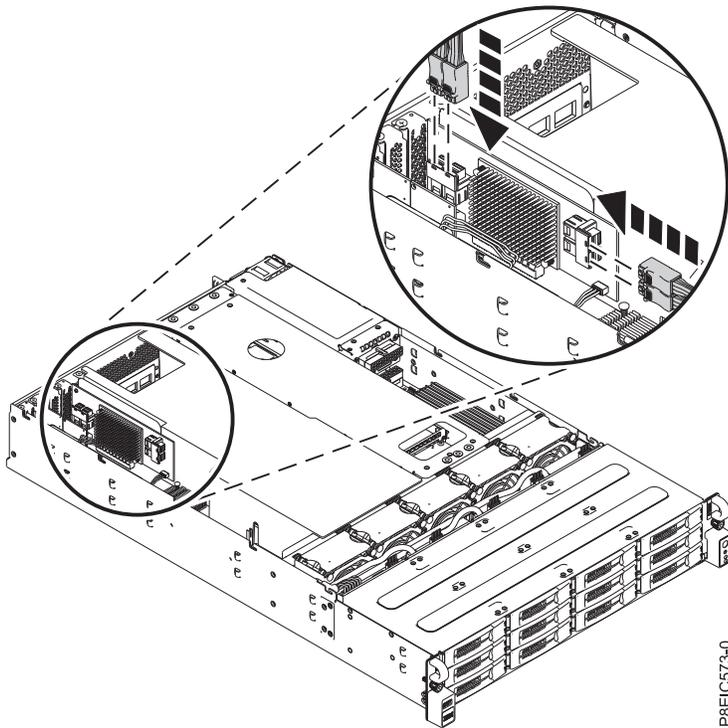
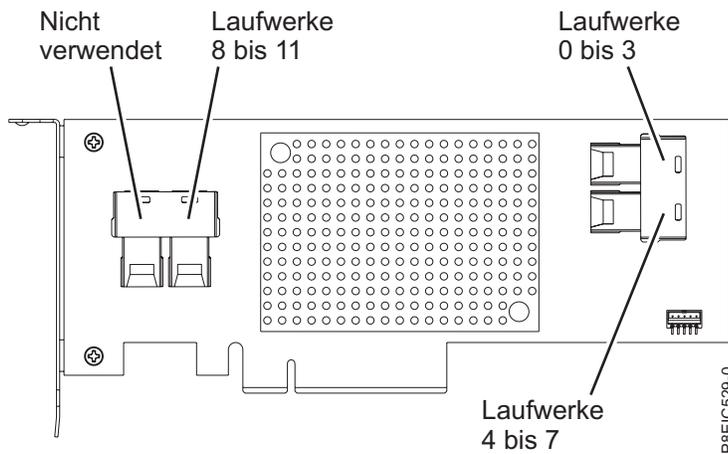
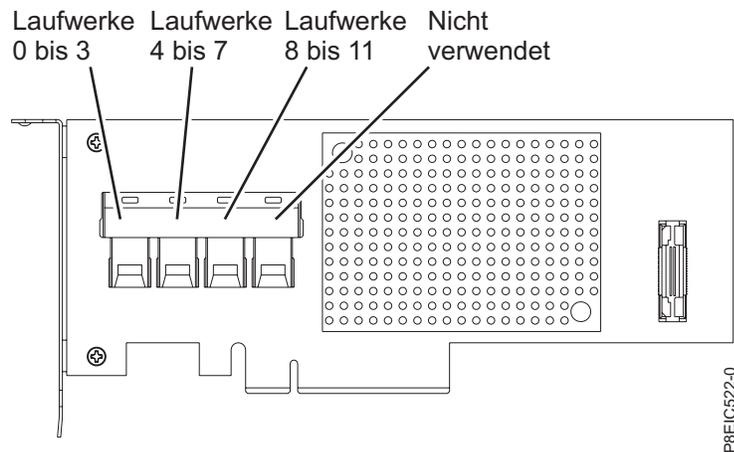

Abbildung 34. Signalkabel des Laufwerks anschließen
Abbildung 35. Details zu den Kabelanschlüssen des Adapters mit dem Feature-Code EC3S am Laufwerk
Abbildung 36. Details zu den Kabelanschlüssen des Adapters mit dem Feature-Code EC3Y am Laufwerk
10. Schließen Sie die drei Signalkabel des Laufwerks mithilfe der Kennzeichnungen an den entsprechenden Anschlüssen des PCIe-Adapters am Laufwerk an (siehe Abb. 34, Abb. 35 und Abb. 36 auf Seite 31). Stellen Sie sicher, dass die Kabelklemme am Anschluss einschnappt.